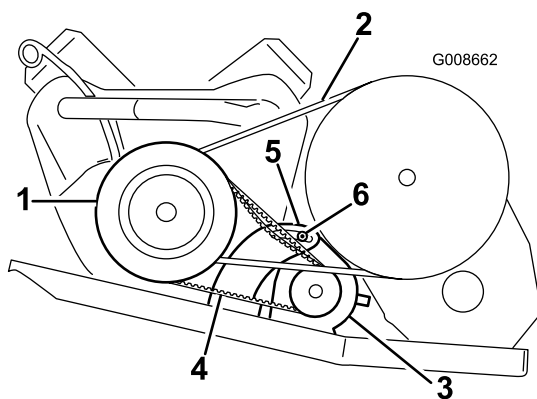

Bild 47
2. Lockern Sie die Mutter an der Drehschraube des Anlassers/der Lichtmaschine (Bild 47).
4. Kippen Sie den Anlasser im Schlitz, bis sich der Riemen beim Ansetzen einer Kraft von 44 N 6 mm durchbiegen lässt (Bild 47).
5. Ziehen Sie dann die Anlasser-/Lichtmaschinenmutter an der Schlossschraube fest und entfernen das Stemmeisen (Bild 47). Ziehen Sie die Mutter mit 88-115 Nm an.